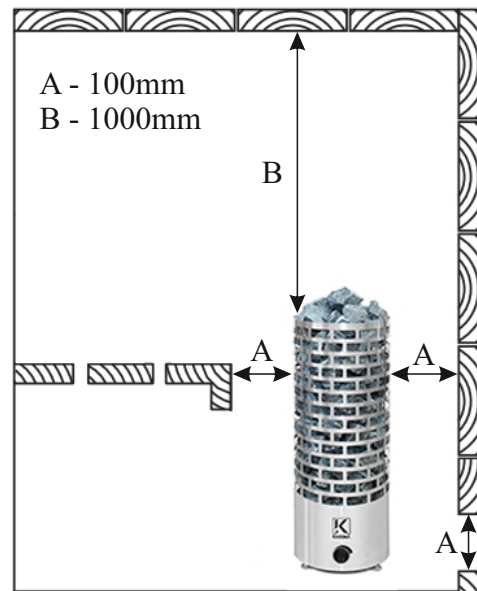

рис. 1
- Минимальные безопасные расстояния показаны на рис. 1.